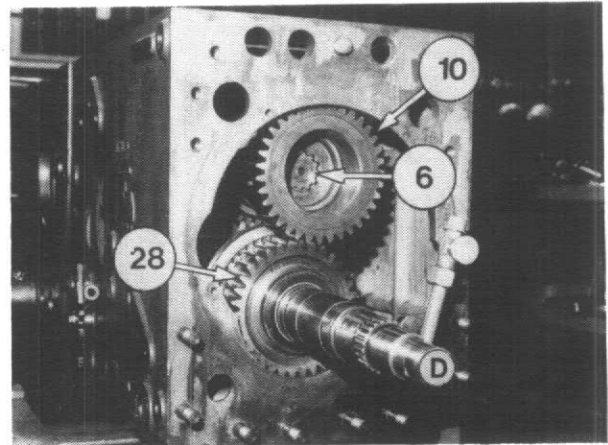

Figure 112
Déplacez l'arbre (6) vers l'avant et montez les circlips (7) dans leurs gorges, figure 112.